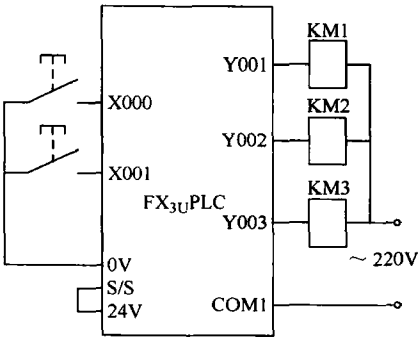

图 3-18 三台电动机的控制接线图
(1) 控制要求 按起动按钮，电动机 M1 立即起动；M1 运行 5s 后，电动机 M2 起动(M1 停止)；M2 运行 5s 后，电动机 M3 起动(M2 停止)；起动完毕按停止按钮，电动机 M3 立即停止，起动过程中按停止按钮停止无效。
(2) I/O 分配和 I/O 接线图 X000：停止按钮；X001：起动按钮；Y001：电动机 M1 接触器 KM1；Y002：电动机 M2 接触器 KM2；Y003：电动机 M3 接触器。接线图如图 3-18 所示。